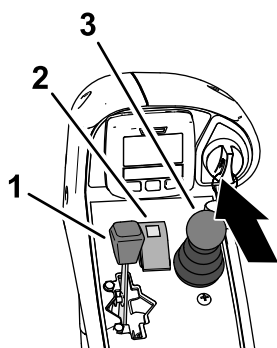

Figure 46
2. Vérifiez que la commande de PDF est à la position DÉSENGAGÉE (Figure 46).